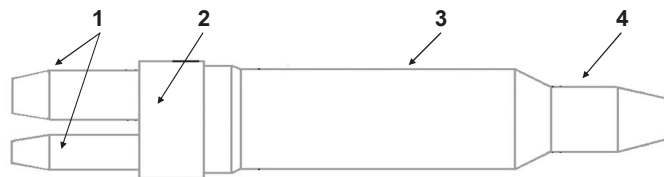
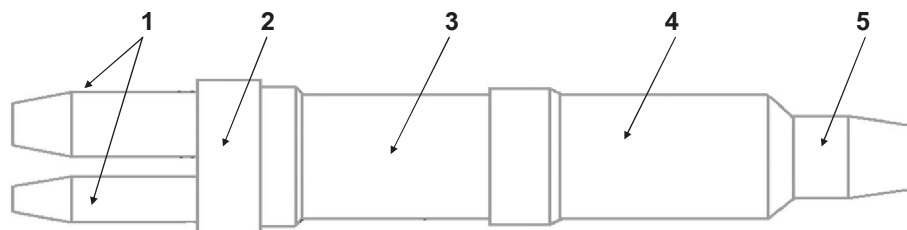

Рис. 2.1. Детали муфт МРП ёмкостью до 100 пар:
Рис. 2.2. Детали муфт МРП ёмкостью более 100 пар:
2.1. Муфты разветвительные полиэтиленовые типа МРП состоят из корпуса и оголовника с патрубками. В муфтах МРП ёмкостью до 100 пар корпус представляет собой одну деталь (рис. 2.1). В муфтах ёмкостью более 100 пар корпус состоит из двух деталей, полумуфты с конусом и гильзы (рис. 2.2).